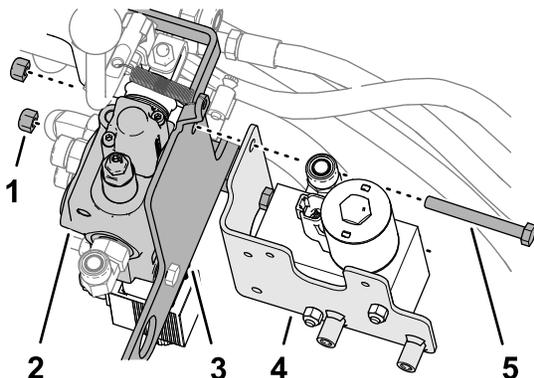

Figura 17
1. Rimuovete i 2 bulloni posteriori (5/16" x 2¾") e i 2 dadi di bloccaggio (5/16") che fissano la valvola ausiliaria alla staffa della valvola come illustrato nella Figura 17.